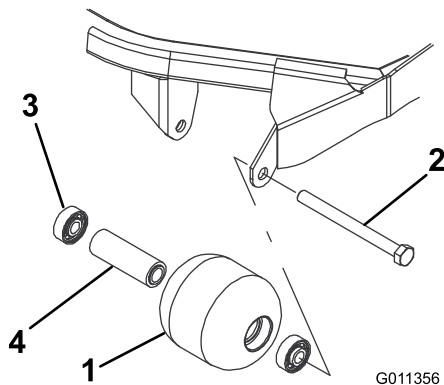

Figura 66
1. Retire o parafuso de montagem do rolo (Figura 66).
4. Verifique se a estrutura dos rolamentos, os rolamentos e o espaçador de rolamentos estão danificados (Figura 66).
1. Introduza o primeiro rolamento na estrutura do rolo (Figura 66). Empurre só a calha externa ou, então, exerça o mesmo tipo de pressão nas calhas interna e externa.
2. Coloque o espaçador (Figura 66)
3. Introduza o segundo rolamento na estrutura do rolo (Figura 66) exercendo o mesmo tipo de pressão nas calhas interna e externa até a calha interna entrar em contacto com o espaçador.